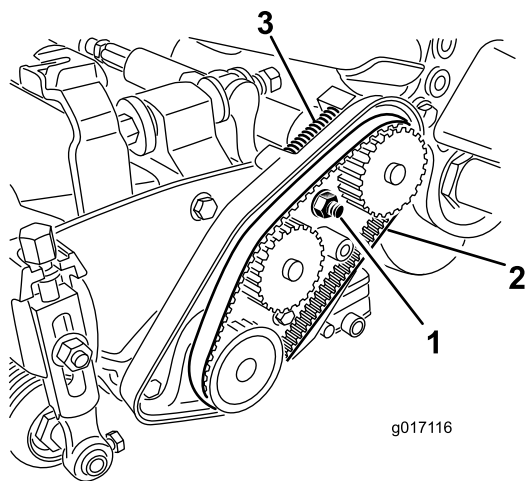

Figure 14
3. Desserrez l'écrou de fixation du logement de roulement (Figure 14).
5. Déposez la courroie (Figure 14).
12. Vérifiez que le ressort de compression exerce une tension sur la courroie (Figure 14).